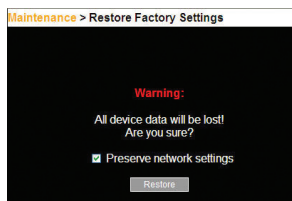

Abb. 23 Wiederherstellen der Werkseinstellungen
1. Wählen Sie im Menü den Eintrag „Restore Factory Settings“ (Wiederherstellen der Werkseinstellungen) aus. Die Seite „Restore Factory Settings“ (Wiederherstellen der Werkseinstellungen) erscheint (s. Abb. 23).